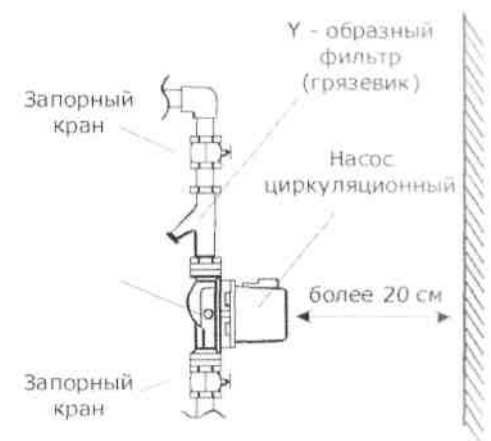

Рис.4
2.12. Для защиты циркуляционного насоса от грязи системы отопления, перед входным отверстием циркуляционного насоса необходимо установить узел очистки (сетчатый фильтр, грязевик и т.п.) (рис.4).
2.13. Для удобства технического обслуживания, на линии трубопровода, до и после циркуляционного насоса, необходимо установить запорную арматуру (рис.4).